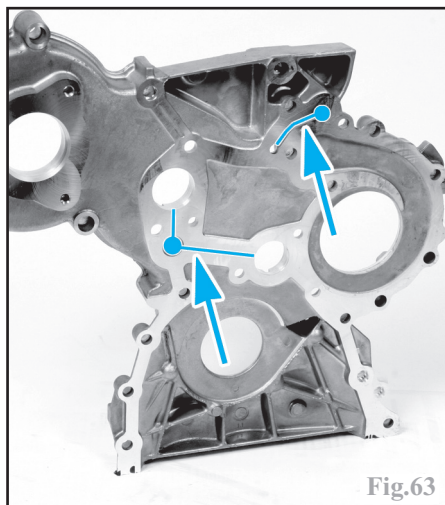

Fig.63
- nettoyer le carter intérieur de distribution et vérifier que les canalisations d'alimentation ne soient pas obturées (Fig.63).